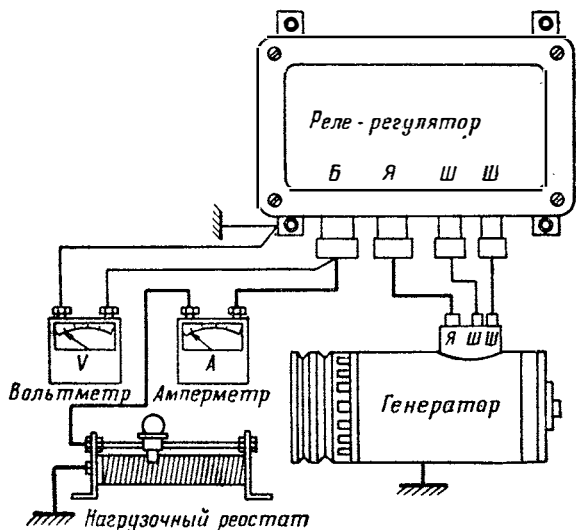

Рис. 74. Схема проверки реле обратного тока
1. Отсоединить провод от зажима *Б* (рис. 74) реле-регулятора и включить между концом этого провода и зажимом *Б* контрольный амперметр.